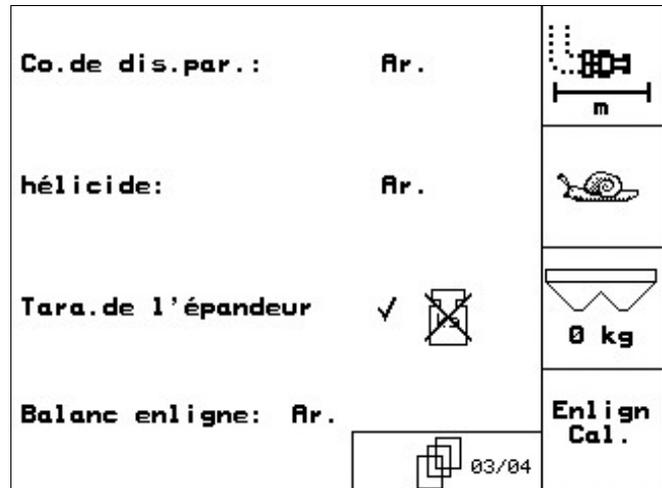

Fig. 40
- Mode étalonnage en continu. S'il faut étalonner en permanence au cours de l'épandage de l'engrais, activez l'étalonnage d'engrais en continu (Fig. 40/1).